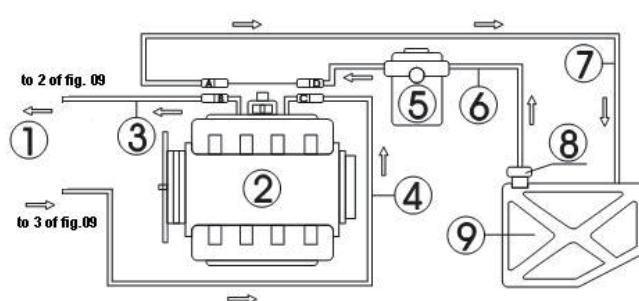

Figura 09
La conexión de la línea de la manguera del motor con la manguera de retorno se muestran como en la Figura 09.
- Desconecte las conexiones de las mangüeras de suministro de combustible (C、D) y las mangüeras de retorno de combustible (A、B) del sistema de combustible del motor (envuelva el conector con una toalla desconectando el conector). Elija los conectores adecuados y conéctelos al extremo B y al extremo C por separado, y luego conecte los otros extremos a la manguera de retorno y la manguera de salida correspondientes de la unidad. Vea la Figura 09.